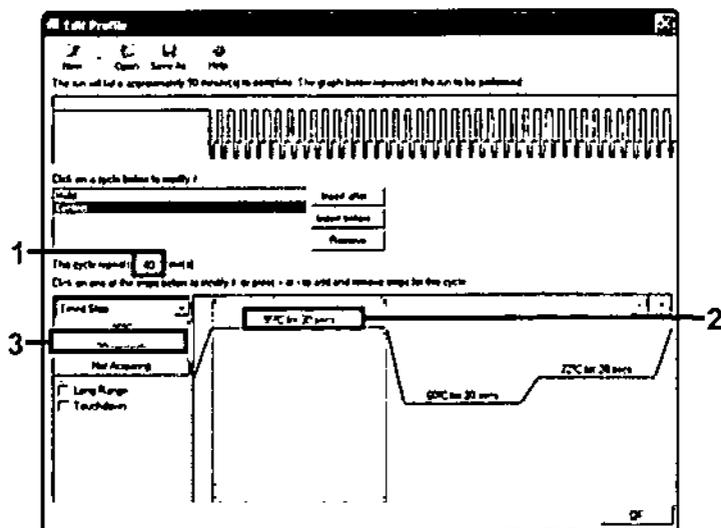

Ilustración 26. Paso de ciclo a 95 °C (1 = Casilla de repeticiones de ciclo, 2 = Ajuste de temperatura de primer paso, 3 = Ajuste de tiempo de primer paso)
8. Cambie el número de repeticiones de ciclo a 40. Seleccione el primer paso y establezca el valor en "95°C for 30 secs" (95 °C para 30 s) (ilustración 26).